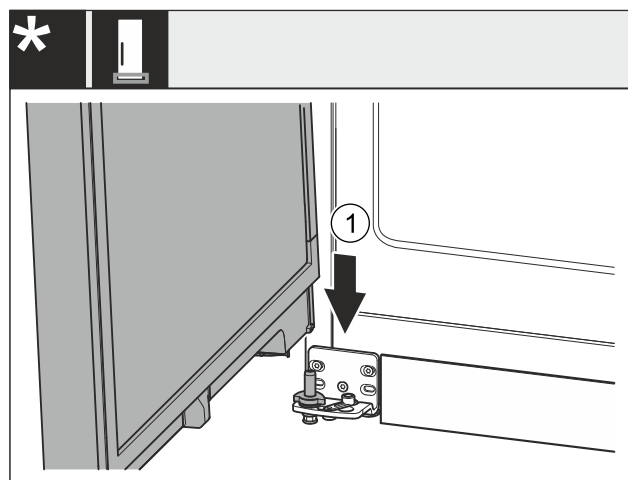

Fig. 43 *
- ▶ Påsæt døren oppefra på den nederste legebolt Fig. 43 (1).*